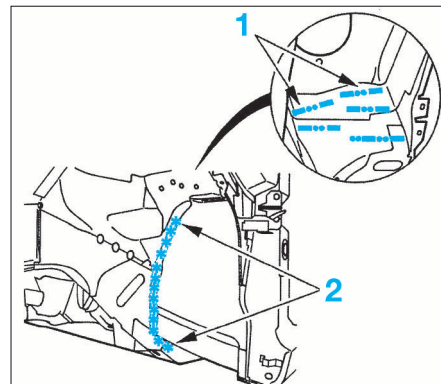
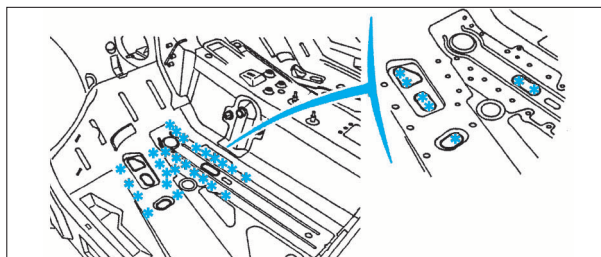

FIG. 32
FIG. 33
- Meuler les points de soudure électrique (1) (Fig.32).
- Fraiser les points de soudure électrique (2).
- Fraiser les points de soudure électrique dans l'habitacle (Fig.33).